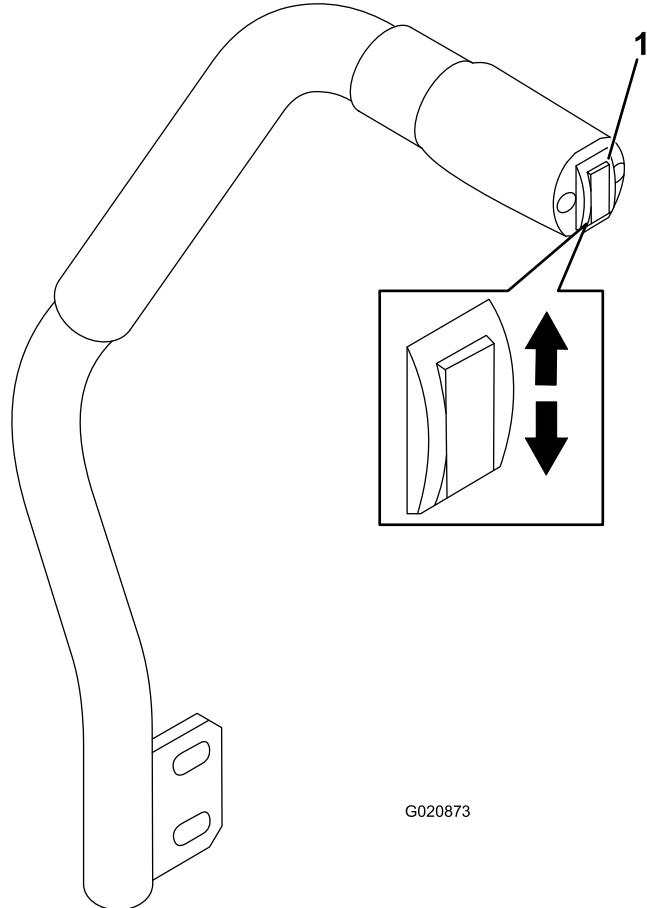

Figura 19
El interruptor de elevación de la carcasa eleva y baja la carcasa de corte (Figura 19).
• Para bajar la carcasa de corte, baje el interruptor de elevación de la carcasa (Figura 19).
• Para elevar la carcasa de corte, suba el interruptor de elevación de la carcasa (Figura 19).